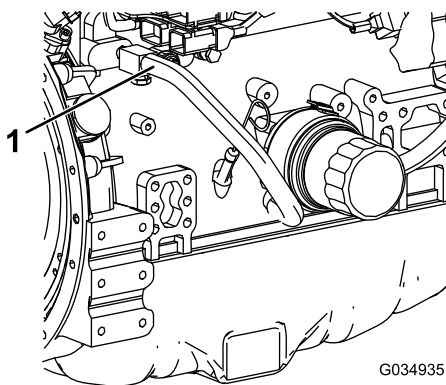

Figura 123
7. Retire o tubo do líquido de refrigeração da refrigeração de óleo do motor (Figura 123).